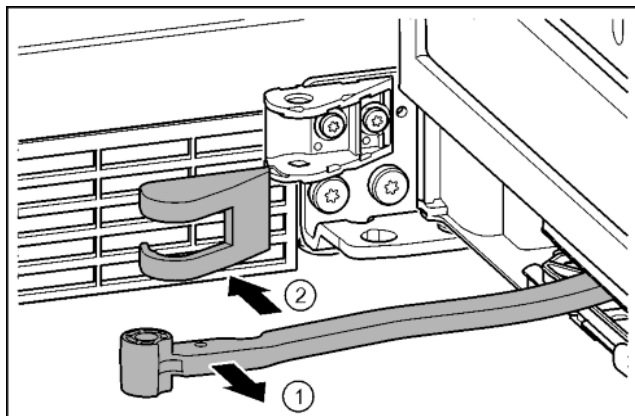

Fig. 17
- Повернуть шарнир в направлении двери. Fig. 17 (1)
- Снять крышку. Fig. 17 (2)